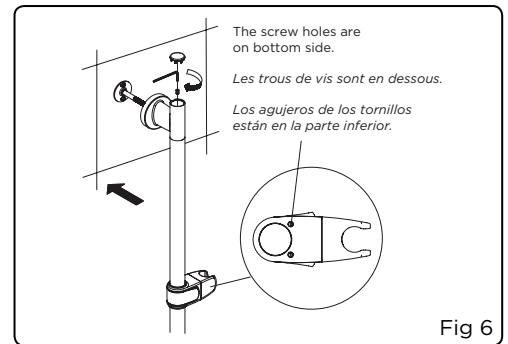

Fig 6
6. Place and hold the slide bar with slide body onto the post; it should "click" into place. Tighten the set screw with supplied hex wrench, then press the cap (Fig 6).
- NOTE:** When installed correctly, the slide body will have screw holes located on the bottom side. See Fig 6.
6. Placer la barre avec le support coulissant sur la fixation et la pousser en place. Un clic devrait se faire entendre. Serrer la vis de pression avec la clé hexagonale fournie, puis poser le capuchon (fig. 6).
**REMARQUE:** Si l'installation a été bien faite, les trous de vis sont en dessous du support coulissant (voir la figure 6).
6. Ponga y sujete la barra con la pieza deslizante en la sujeción; deberán encajar. Apriete el tornillo de presión con la llave hexagonal y presione el tapón (fig. 6).